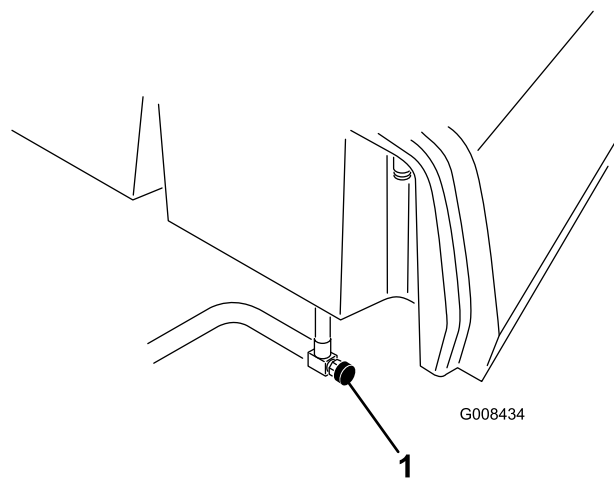

Figura 35
1. Feche a válvula de bloqueio do combustível (Figura 35) por baixo do depósito de combustível.